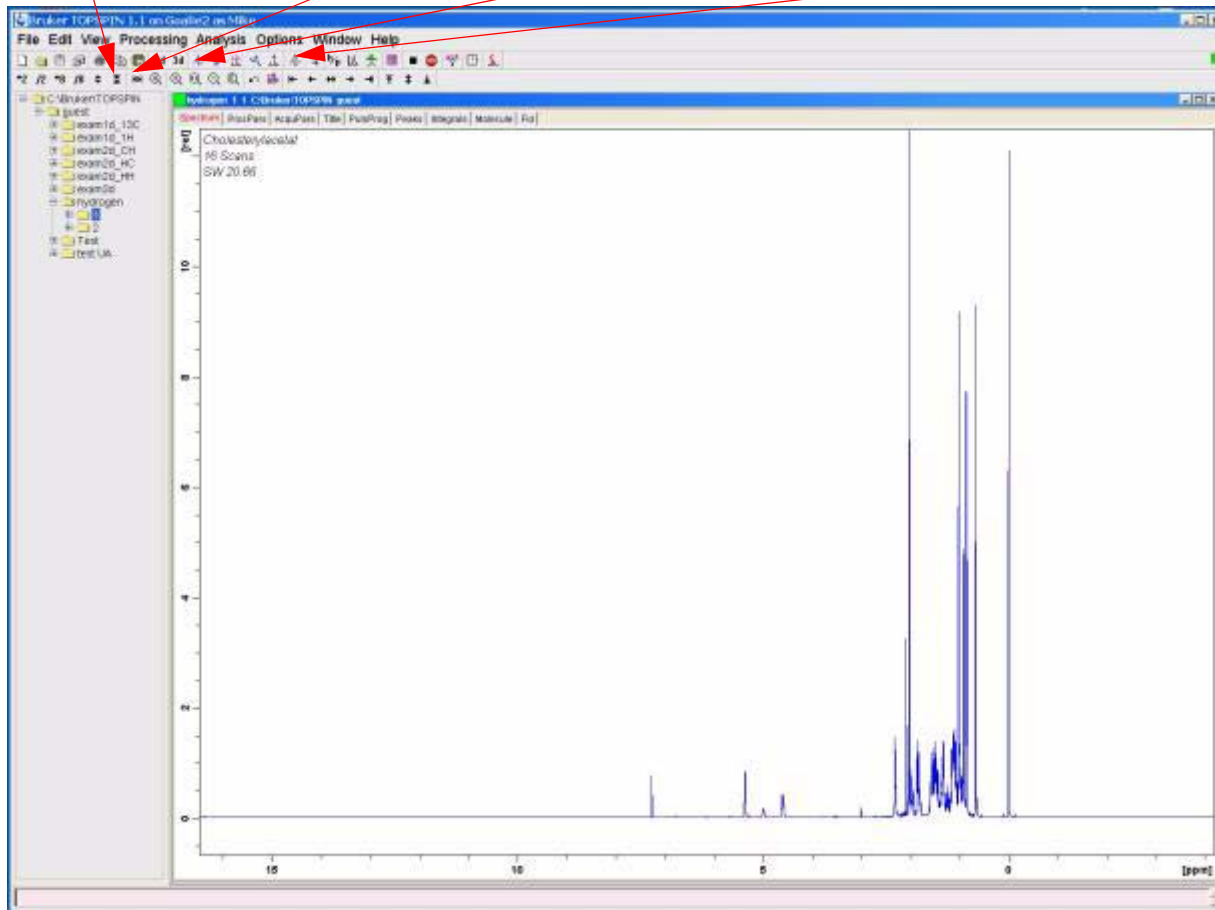

Figure 7.3. Einige nützliche Anwendungen im Topspin Hauptfenster
Wenn die Daten in irgendeinem Stadium nicht mehr sichtbar sind, klicken Sie auf die Skalierungsfunktion, die in **Figure 7.3.** vorgeführt wird, um die Daten wieder auf dem Bildschirm zu holen.
3. Um wieder das ganze Spektrum auf den Bildschirm zu bekommen, klicken Sie auf den Skalierungsbutton, der in **Figure 7.3.** gezeigt wird.